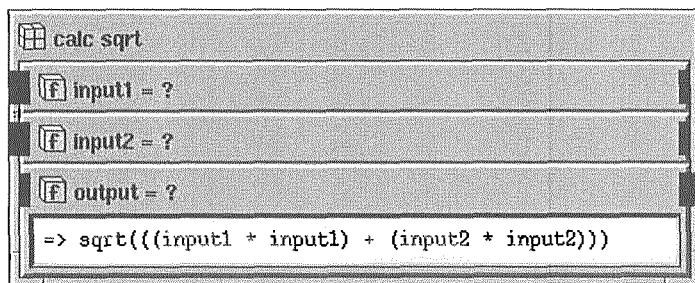

図 5-11 計算式の入力
(5) output オブジェクトに計算式を入力します。(図 5-11)